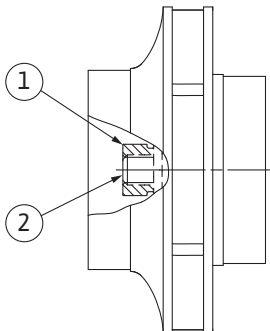

Fig. 101: Korrekte Lage der Laufradmutter nach der Montage
8. Welle mit Maulschlüssel (SW22 mm) festhalten und die Laufradmutter mit dem vorgeschriebenen Anzugsdrehmoment (siehe Tabelle „Anzugsdrehmomente“ [► 30]) festziehen. Die Mutter (Fig. 101, Pos. 1) muss ungefähr $\pm 0,5$ mm mit dem Wellenende (Fig. 101, Pos. 2) bündig sein. Wenn das nicht der Fall ist, die Mutter lösen und Handlungsschritte 4 ... 8 wiederholen.